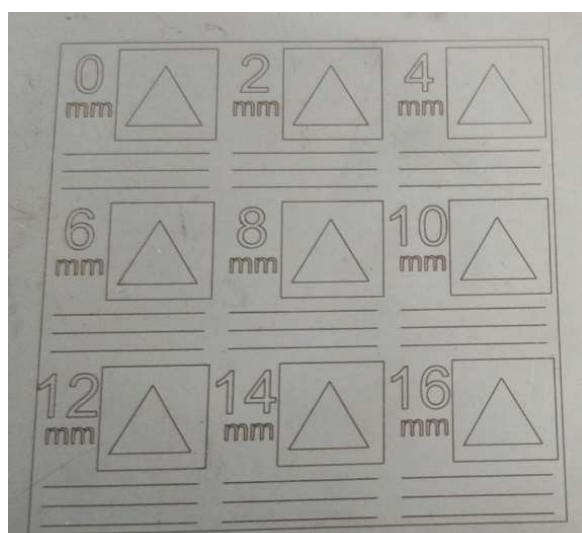
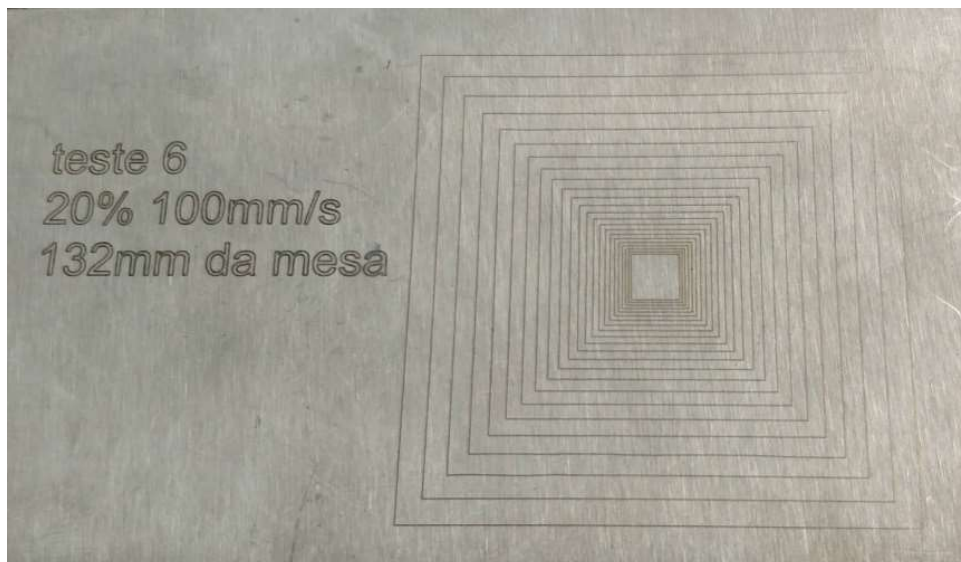

Figura 41 – Padrão de teste
Figura 42 – Teste 6
- Executar a marcação dos caracteres e linhas e geometrias correspondentes à cota 0 mm (Figura 41);
- Executar novamente a marcação correspondente à cota ("2 mm") a que a chapa se encontra (Figura 41);
Visto que as marcações que iriam ser feitas na chapa ocupam uma determinada área no campo de trabalho do laser foi feito um teste para aferir se o laser fazia marcações homogêneas nessa zona. Como é possível observar na Figura 41 e na Figura 42 as marcações são homogêneas em toda a área.